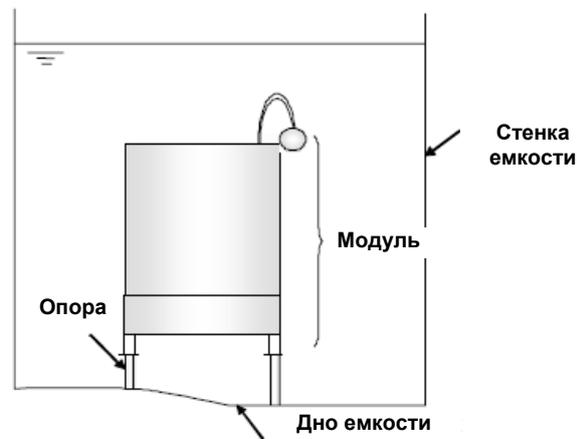

Рис. IV-6 Установка модулей на опорах (вид сбоку).
- * Пожалуйста, свяжитесь с нашими специалистами в случае, если требуется установить модули на дно емкости, обладающее неровностями. Рекомендуется устанавливать модули с использованием опор, показанных на рис. IV-6.